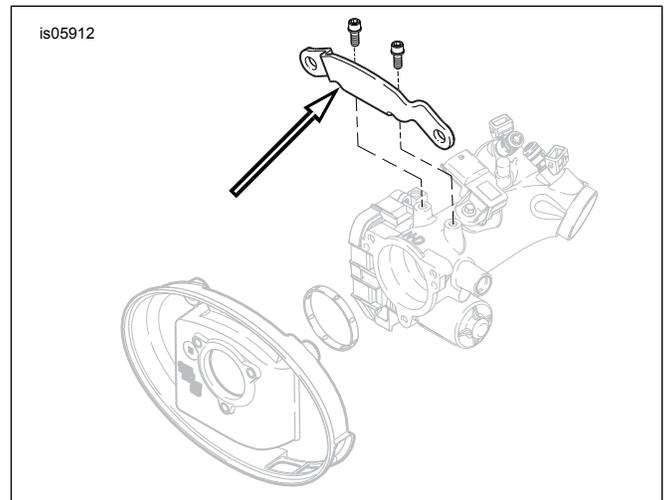

Abbildung 1. Ansaugereinheit-Stützhalterung ausbauen
4. Siehe Abbildung 1. Die Ansaugereinheit-Stützhalterung entfernen und entsorgen.